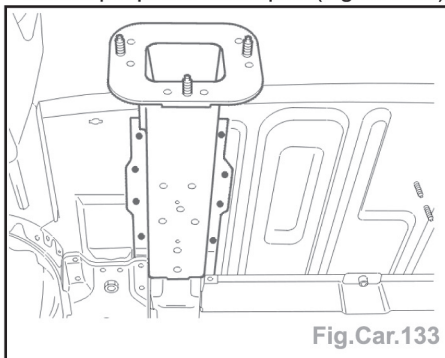

Fig.Car.133
- Souder par points électriques (Fig.Car.133).